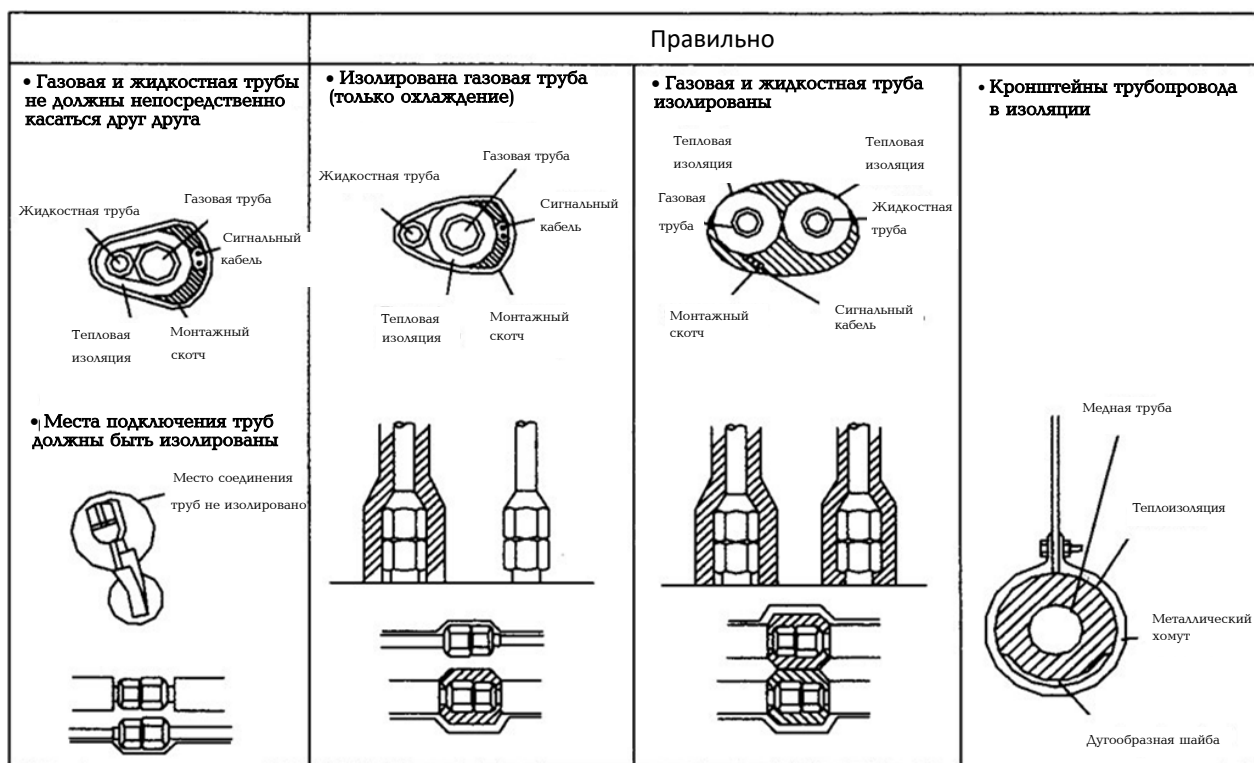

Рис.2.7
- Подсоедините шланги манометрического коллектора к портам газовой и жидкостной трубы (см.рис.2.7); вакуумируйте систему не менее 2-х часов;